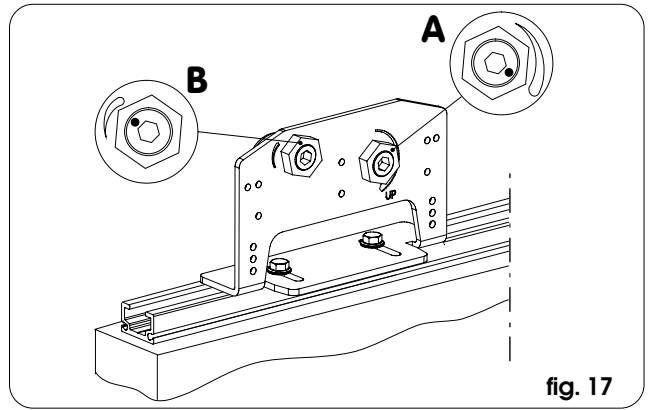

fig. 17
- En cada carro se halla una rueda de deslizamiento de acero, con excéntrico y correspondiente sistema de regulación (ref. A fig. 17) así como un rodillo antibasculamiento de nilón con excéntrico y correspondiente sistema de regulación (ref. B fig. 17); la carrera en altura permitida del carro es de ± 10 mm. El sistema de regulación de los excéntricos está compuesto por un tornillo sin cabeza con sede hexagonal para llave Allen de 8 mm y una tuerca de bloqueo para llave hexagonal de 24 mm.
- Desbloquee los rodillos antibasculamiento (ref. B fig. 17) y colóquelos al mínimo de la regulación permitida (girando el tornillo sin cabeza en sentido antihorario).
- Desbloquee las ruedas de deslizamiento (ref. A fig. 17); ajuste la posición de la hoja mediante los tornillos sin cabeza de reglaje (girando el tornillo en sentido horario la hoja sube, girando el tornillo en sentido antihorario la hoja baja) hasta que esté paralela al pavimento. Compruebe el correcto deslizamiento de la guía inferior en el patín y seguidamente bloquee de nuevo.
- Coloque los rodillos antibasculamiento (ref. B fig. 17) de modo que rocen la guía del perfil de soporte, para ello utilice los correspondientes tornillos sin cabeza (girando el tornillo en sentido horario el rodillo sube, girando el tornillo en sentido antihorario el rodillo baja), y seguidamente bloquee de nuevo.